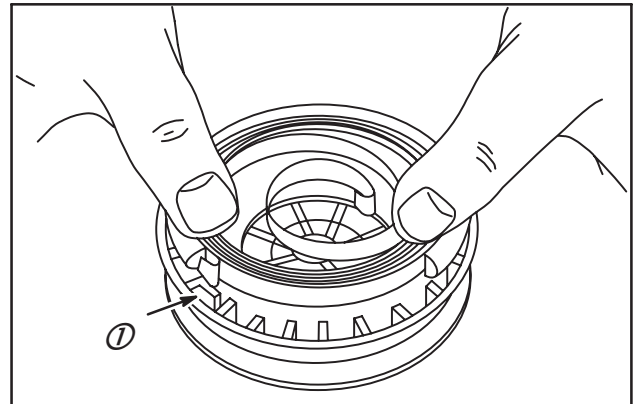

Fig. 30
7. Placer le ressort et l'arrêtoir sur la poulie avec le crochet sur l'encoche du ressort (1) dans la poulie, Fig. 30.